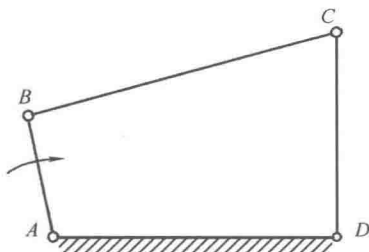

图 3-5
- 3-11** 图 3-5 所示为一曲柄摇杆机构，曲柄主动，转向如图所示。要求：